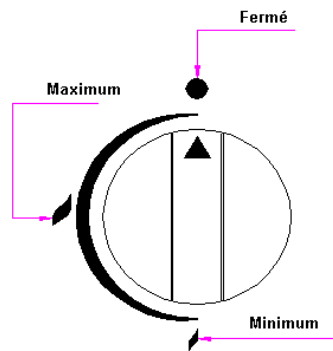

Fig. 3
- Premere il comando del bruciatore scelto e un quarto di giro in senso antiorario fino a raggiungere la posizione massima (Fig. 3)
- Per il bruciatore al minimo girare in senso orario senza tenere premuto dalla posizione di massimo a quella di minimo. (Fig.3)